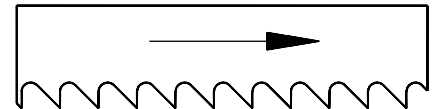

Figura 4 – Dirección de la Hoja
2. Asegúrese de que los dientes apunten en la dirección correcta (Vea la Figura 4).